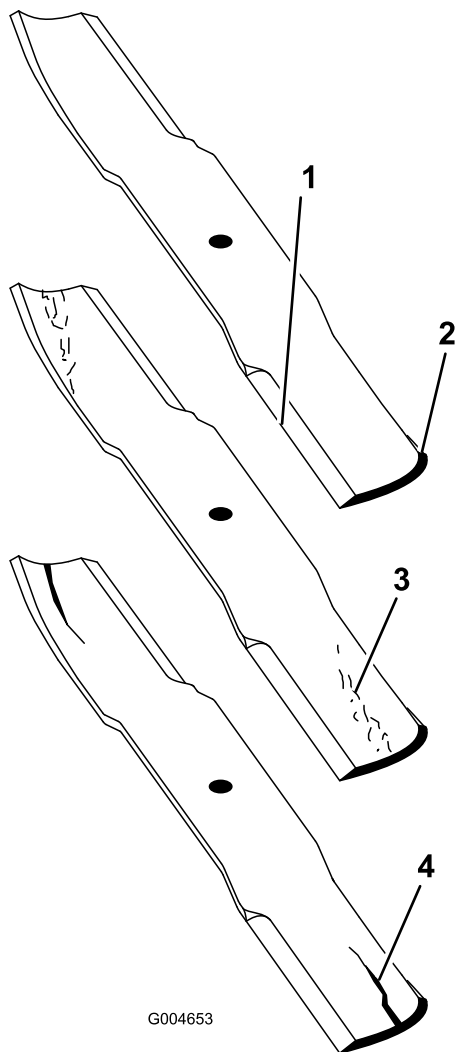

Figure 21
3. Examinez le tranchant des lames (Figure 21). Si les lames sont émoussées ou présentent des indentations, déposez-les et affûtez-les. Voir Affûtage des lames (Affûtage des lames (page 20)).
4. Inspectez les lames, en particulier l'aillette (Figure 21). Remplacez immédiatement toute lame endommagée, usée ou qui présente une entaille (Figure 21).